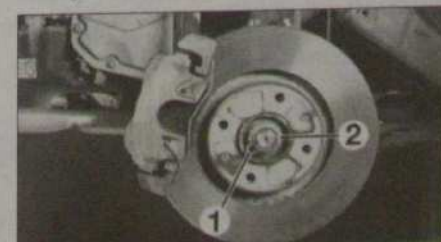

Fig. 25
- la goupille (1) (Fig.25),
- la cage (2).